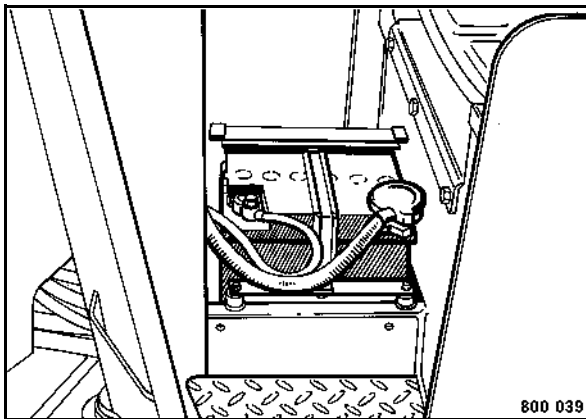

fig. 53
- Déposer la trappe au plancher (fig. 53).